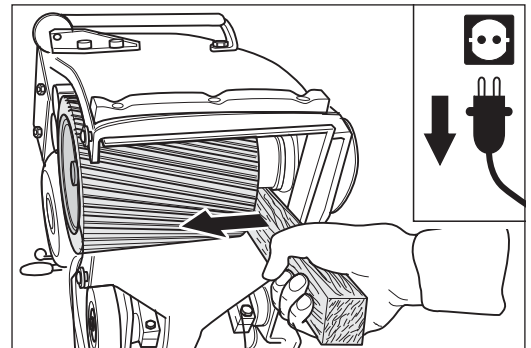

Abb. 50 Wenn die Schleifwalze festsitzt, vorsichtig mit einem Holz hebeln. **Keine Gewalt anwenden!**
**Verwenden Sie bei festsitzender Schleifwalze einen Holzhebel (Abb. 50), um die Maschine nicht zu beschädigen! Die Schleifwalze niemals durch Hammerschläge lösen!**